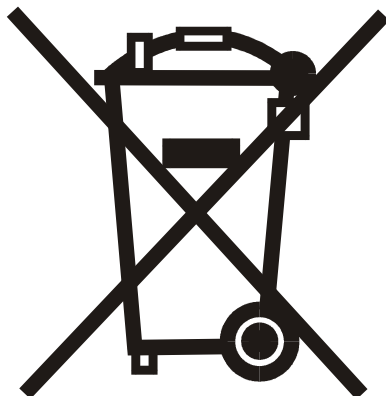

Rys. 1 Schemat podłączenia urządzeń i czujników do regulatora GH10TA
3. podłączyć czujnik temperatury CWU do sterownika pod zaciski jak na Rys. 1
Do sterownika GH10TA można podłączyć zewnętrzny termostat (⇒ Rys.1), który w przypadku zadziałania zewrze swoje styki wyjściowe i wprowadzi kocioł w stan blokady. Na wyświetlaczu pojawi się napis „**bLo**”.